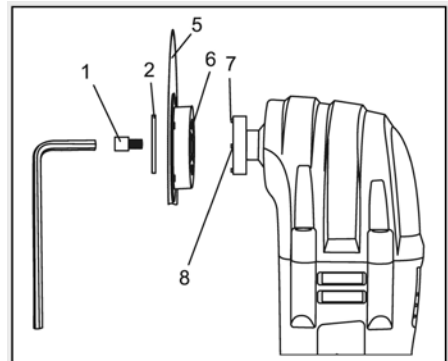

Рис.2
- Установите на инструмент необходимую насадку (5, Рис.2) Следите при этом, чтобы отверстия (6, Рис.2) на насадке совпали с выступами (7, Рис.2) на патроне инструмента (8, Рис.2). Надписи на насадке должны быть обращены в сторону инструмента.
- Установите обратно шайбу (2, Рис.2) и хорошо закрутите винт (1, Рис.2) ключом.